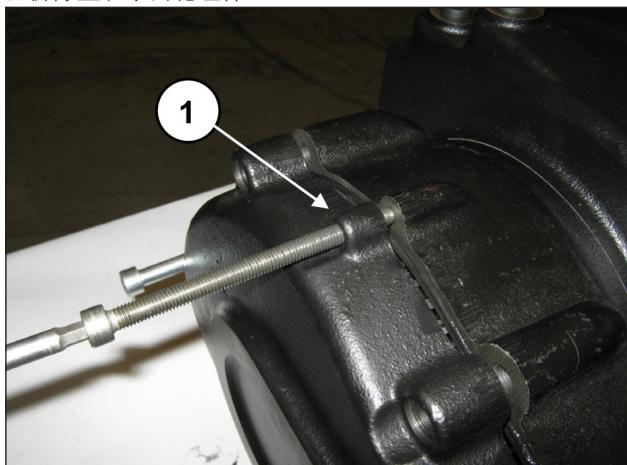

图 6
通过提取器逐渐拧紧3个M8螺丝（位置①，图 6），直至完全拆除盖和小齿轮组件。